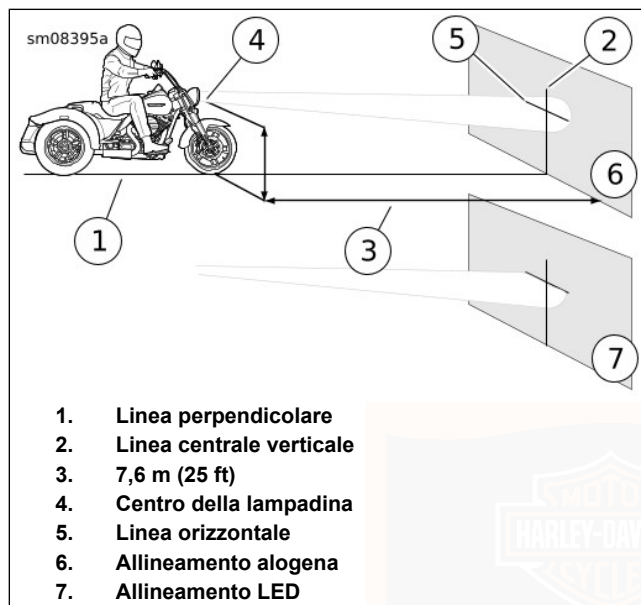

Figura 76. Allineamento del faro anteriore: FLRT, faro anteriore singolo
4. Vedere Figura 76. Parcheggiare la motocicletta su una linea (1) perpendicolare alla parete.
6. Tracciare una linea verticale (2) sulla parete.
4. Allentare le viti di registro verticale (1).
5. Vedere Figura 76. Rivolgere il faro anteriore verso l'alto o verso il basso fino a quando il fascio di luce è in posizione corretta.